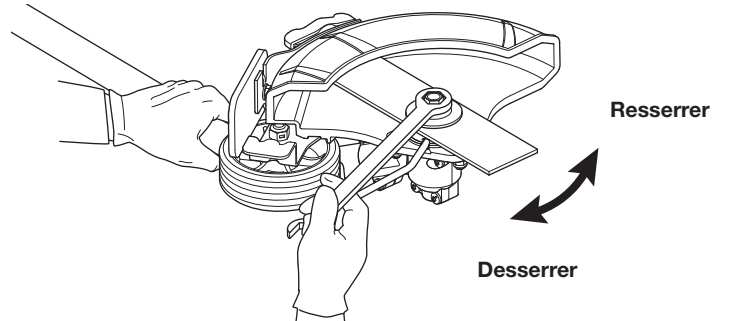

Fig. 9
3. Tout en maintenant la tige de verrouillage, desserrez le contre-écrou en le tournant dans le **sens des aiguilles d'une montre** avec une clé 13 mm (Fig. 9).
8. Tout en maintenant la tige de verrouillage, serrez le contre-écrou en le tournant dans le **sens inverse des aiguilles d'une montre** (Fig. 9). Assurez-vous que la lame du coupe-bordures reste à plat et centrée sur l'arbre de sortie, pendant que vous serrez le contre-écrou.